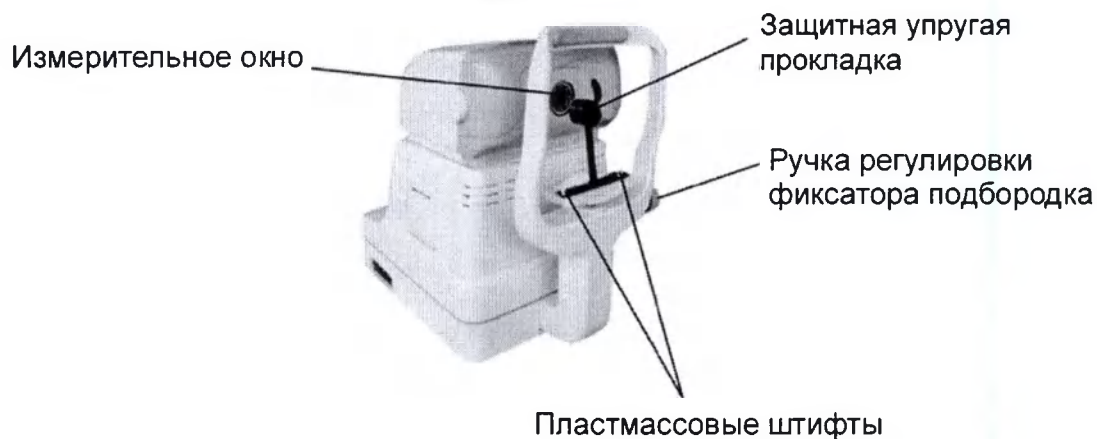

Рисунок 10
2.6.1 Модель глаза применяется для проверки авторефкератометра. Во избежание падения модель глаза должна быть закреплена на фиксаторе подбородка пластмассовыми штифтами (рисунок 10).